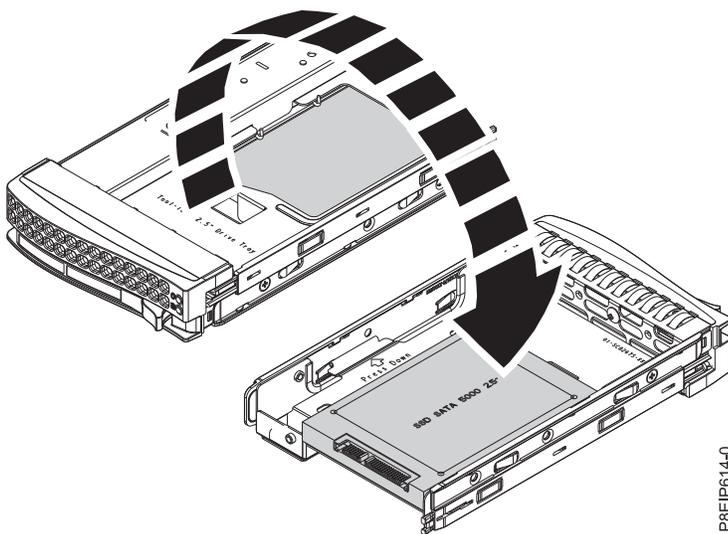
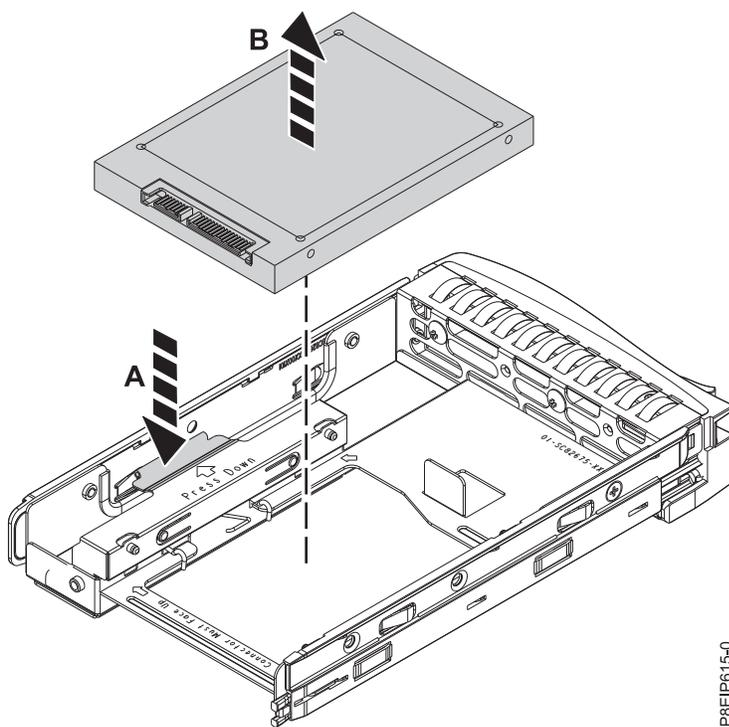

Figura 3. Virando a bandeja de 2,5 polegadas de cabeça para baixo
Figura 4. Removendo a unidade de 2,5 polegadas da bandeja
- a. Vire a bandeja de cabeça para baixo conforme mostrado na Figura 3.
- b. Abra a mola de retenção (A).
- c. Levante a unidade de 2,5 polegadas (B) para fora da bandeja conforme mostrado na Figura 4 na página 7.